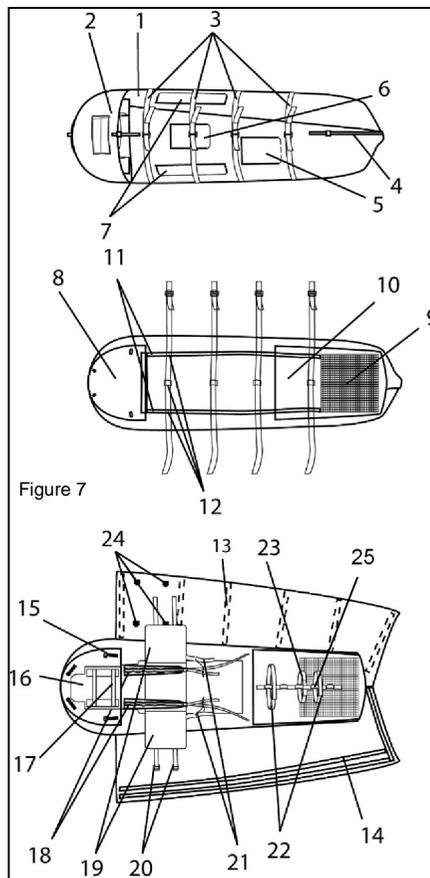

Figure 7
- Sur la housse de médicalisation un numéro de série est inscrit à l'intérieur de la capote ( repère 2 Figure 7)